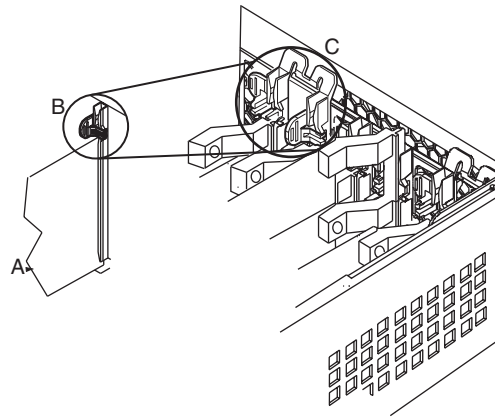

Abbildung 4-5 Hintere Halterung
Nur bei Karten voller Länge wird das hintere Ende der Karte mit der hinteren Halterung befestigt. Abbildung 4-5 zeigt die hintere Halterung.
8. Wenn Sie eine Karte mit voller Länge entfernen, müssen Sie die hintere Halterung lösen. Siehe Abbildung 4-5 auf Seite 97.
12. Wenn Sie eine Karte mit voller Länge installieren, müssen Sie die hintere Halterung verriegeln. Siehe Abbildung 4-5 auf Seite 97.